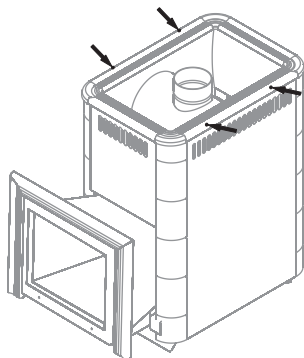

Рисунок 8. Винты для демонтажа рамки конвектора печи «Ангара Витра»
1. Снять рамку кожуха-конвектора, открутив 4 самореза (рисунок 8)